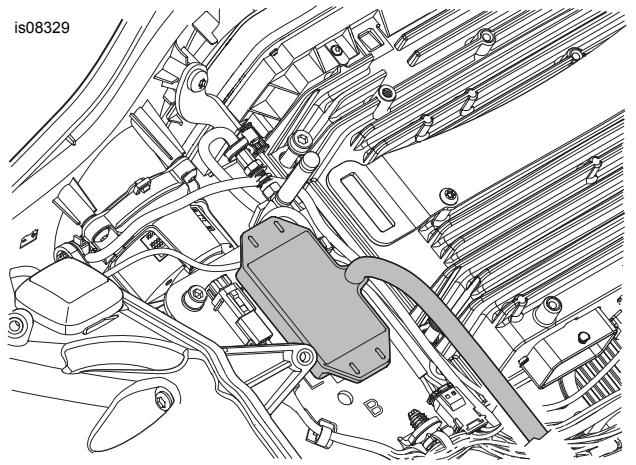

Figura 14. Immuntar tat-Trasmettitur (Mudelli tat-Touring FLTR tal-2015-2016)
2. Ara Figura 14. Neħħi t-tejp protettiv mill-qoxra tal-adeživ fuq naħha waħda tal-pad tal-foam għal fuq it-trasmettitur (3).